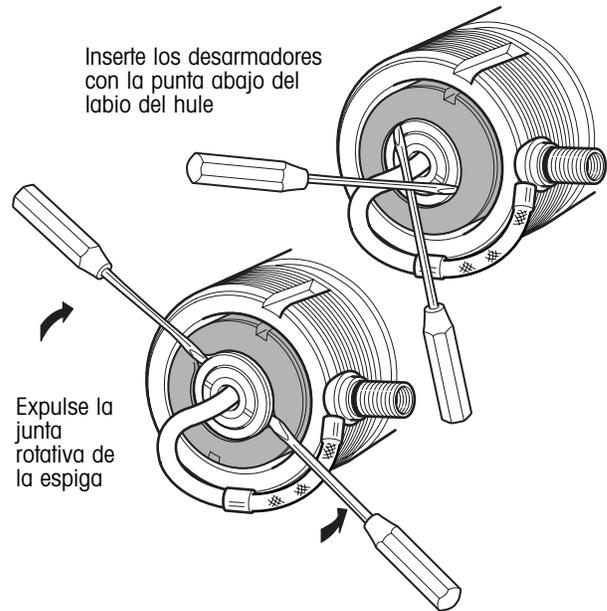

Figura 33. Desensamble de la junta rotativa
2. Coloque dos desarmadores separados 180 grados con la punta abajo del labio del hule y por encima de la parte metálica de la junta rotativa (figura 33).